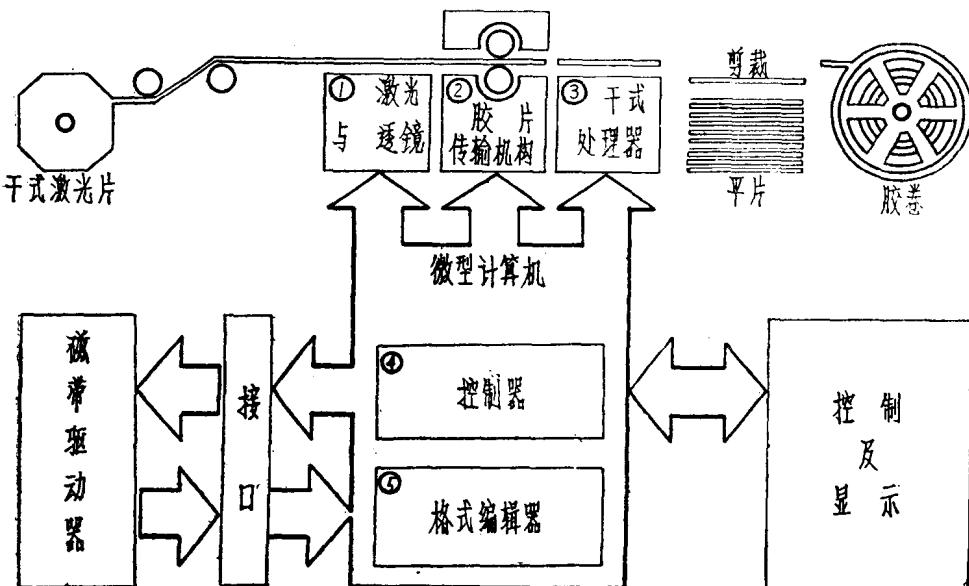

图 2
(1) KOMSTAR300的系统构成
KOMSTAR300大体可分为五大部分。它们是：①多功能COM，②胶片传输机构，③干式处理器，④控制器，⑤格式编辑器。（参见图2）